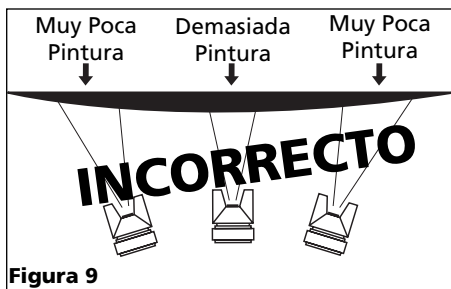

Figura 9
2. Mantenga la boquilla de 15,2 cm-22,9 cm de la superficie que va a pintar todo el tiempo y siempre mantenga la pistola en movimiento mientras esté rociando. Si para de moverla la pintura se acumulará y se chorreará. No mueva la pistola de un lado a otro como un abanico. Este tipo de movimiento crea depósitos de pintura que se concentran en el centro del área cubierta y aplica muy poca pintura en los bordes (Vea la Figura 9).